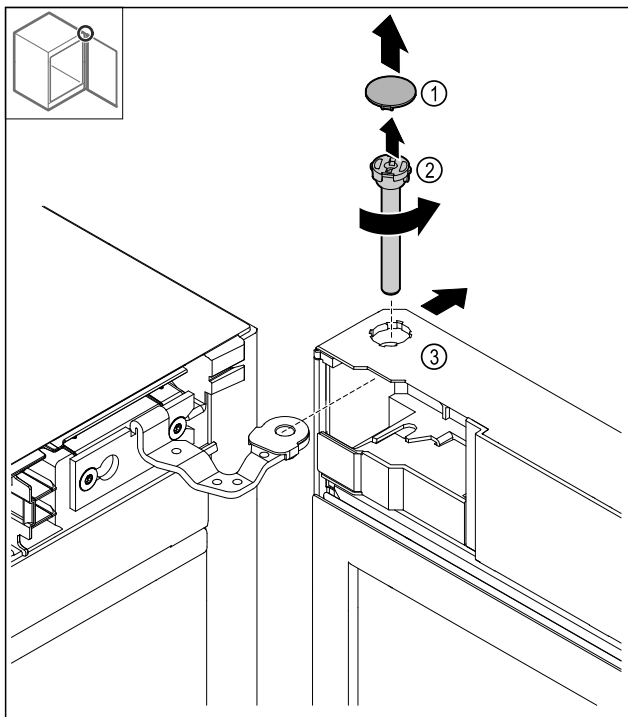

Fig. 13
- Vegye le a fedelet Fig. 13 (1).
- A csapot Fig. 13 (2) az óra járásával ellentétesen lazítsa meg, és húzza ki.
- Billentse meg kissé az ajtót Fig. 13 (3).